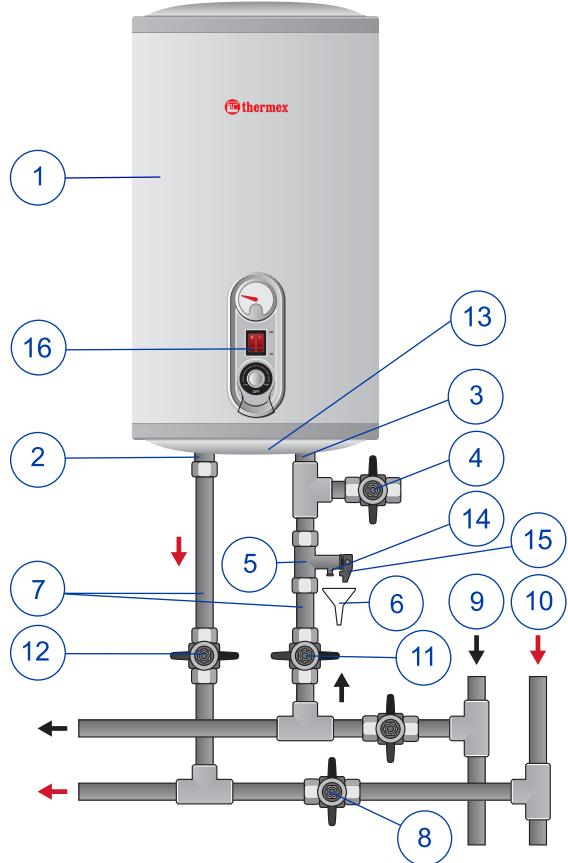

Рис. 1 Схема подключения ЭВН к водопроводу
4.1. Внешний корпус ЭВН выполнен из - ударопрочного пластика. Внутренний бак изготавливается из высококачественной нержавеющей стали с содержанием титана, что обеспечивает высокую коррозионную стойкость и, как следствие, длительный срок эксплуатации. Пространство между внешним корпусом и внутренним баком заполнено пенополиуретаном современной, экологически чистой теплоизоляцией, обладающей наилучшими характеристиками теплосбережения. Модели IR-V, IS-V, IQ-V имеют два резьбовых патрубка: для входа холодной воды (3, рисунок 1) с синим кольцом и выхода горячей воды (2) с - красным кольцом, а модели, IR-H, IS-H, IQ-H, оборудованы дополнительным дренажным патрубком (с красным кольцом, закрыт металлической заглушкой) для слива воды и промывки внутреннего бака.
4.3. Предохранительный клапан (5, рисунок 1) выполняет функции обратного клапана, препятствуя попаданию воды из водонагревателя в водопроводную сеть в случаях падения в последней давления и в случаях возрастания давления в баке при сильном нагреве воды, а также функции защитного клапана, сбрасывая избыточное давление в баке при сильном нагреве воды. Во время работы водонагревателя вода может просачиваться из выпускной трубы предохранительного клапана дляброса излишнего давления, что происходит в целях безопасности водонагревателя. Эта выпускная труба должна оставаться открытой для атмосферы и быть установлена постоянно вниз и в незамерзающей окружающей среде.
Подключение к водопроводной системе производится в соответствии с рис. 1 только при помощи медных, металлопластиковых или пластиковых труб, а также специальной гибкой сантехподводки. Запрещается использовать гибкую подводку бывшую ранее в употребление. Рекомендуется подавать воду в ЭВН через фильтр-гравийник, установленный на магистрали холодной воды (не входит в комплект поставки).
**Примечание:** для облегчения обслуживания ЭВН в процессе эксплуатации рекомендуется установка сливного вентиля (4) в соответствии с рис. 1 (для моделей, не оборудованных сливным патрубком (не входит в комплект поставки ЭВН)).
**Рисунок 1:** 1 – ЭВН, 2 – Патрубок горячей воды, 3 – Патрубок холодной воды, 4 – Сливной вентиль, 5 – предохранительный клапан, 6 – Дренаж в канализацию, 7 – Подводка, 8 – Перекрыть вентиль при эксплуатации ЭВН, 9 – Магистраль холодной воды, 10 – Магистраль горячей воды, 11 – Запорный вентиль холодной воды, 12 – Запорный вентиль горячей воды, 13 – Защитная крышка, 14 –Выпускная труба предохранительного клапана, 15 - Ручка для открывания предохранительного клапана, 16 – Панель управления.